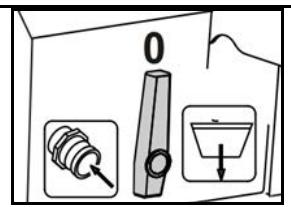

Fig. 69
3. Åpne menyen Påfylling (Fig. 69).